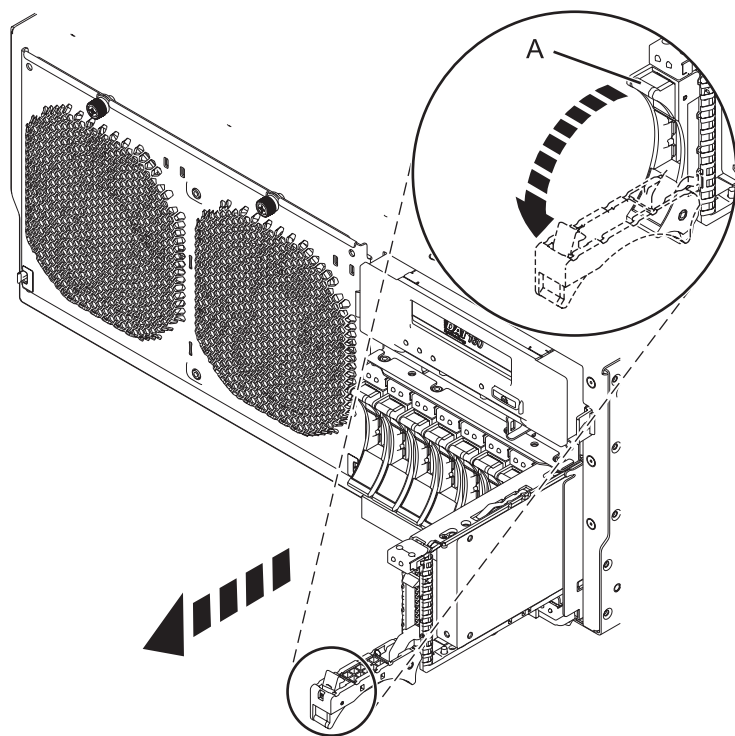

Figura 3. Removendo a unidade de disco do painel traseiro
- 1) Destrave a alça da unidade de disco (A) e puxe-a em direção a você para desprender a unidade de disco.
- 2) Coloque uma mão sob a unidade de disco e, com cuidado, puxe a unidade para fora do sistema, conforme mostrado em Figura 3 na página 6.